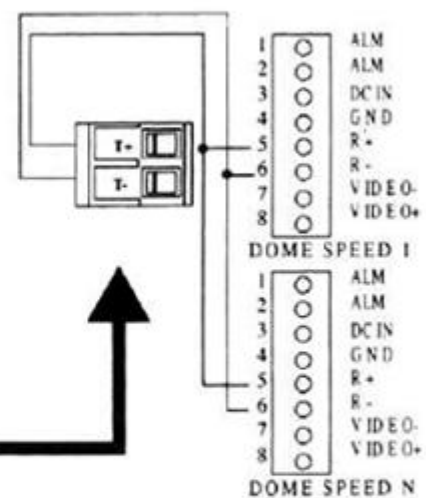

Рис. 5
2. Соединение между клавиатурой и камерой (Рис. 5)